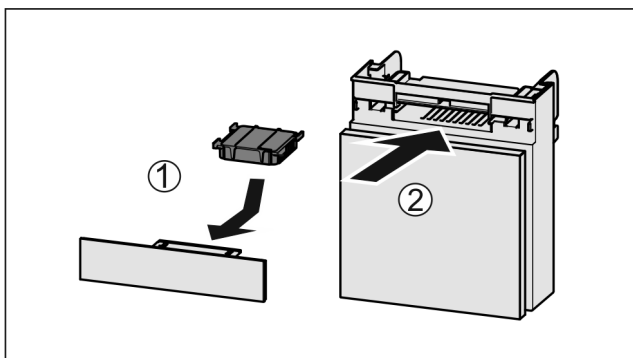

Fig. 112
- ▶ Anbring aktivkulfilteret som vis på billedet Fig. 112 (1).
- ▶ Skub rummet ind Fig. 112 (2).